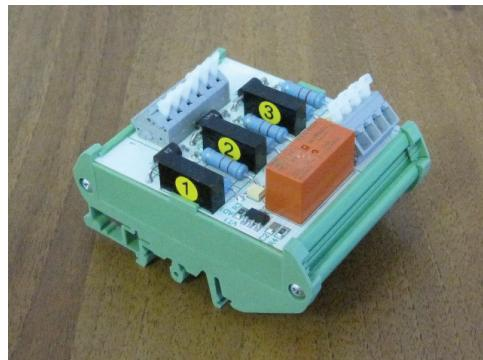

Рис. 3 – Реле контроля соленоидов РКС
- Реле контроля соленоидов РКС (ABMP.423141.001) – предназначено для контроля целостности цепи соленоидов высоковольтного выключателя, имеет три канала: для контроля соленоида включения и 2-х соленоидов отключения. Внешний вид РКС показан на Рис. 3.